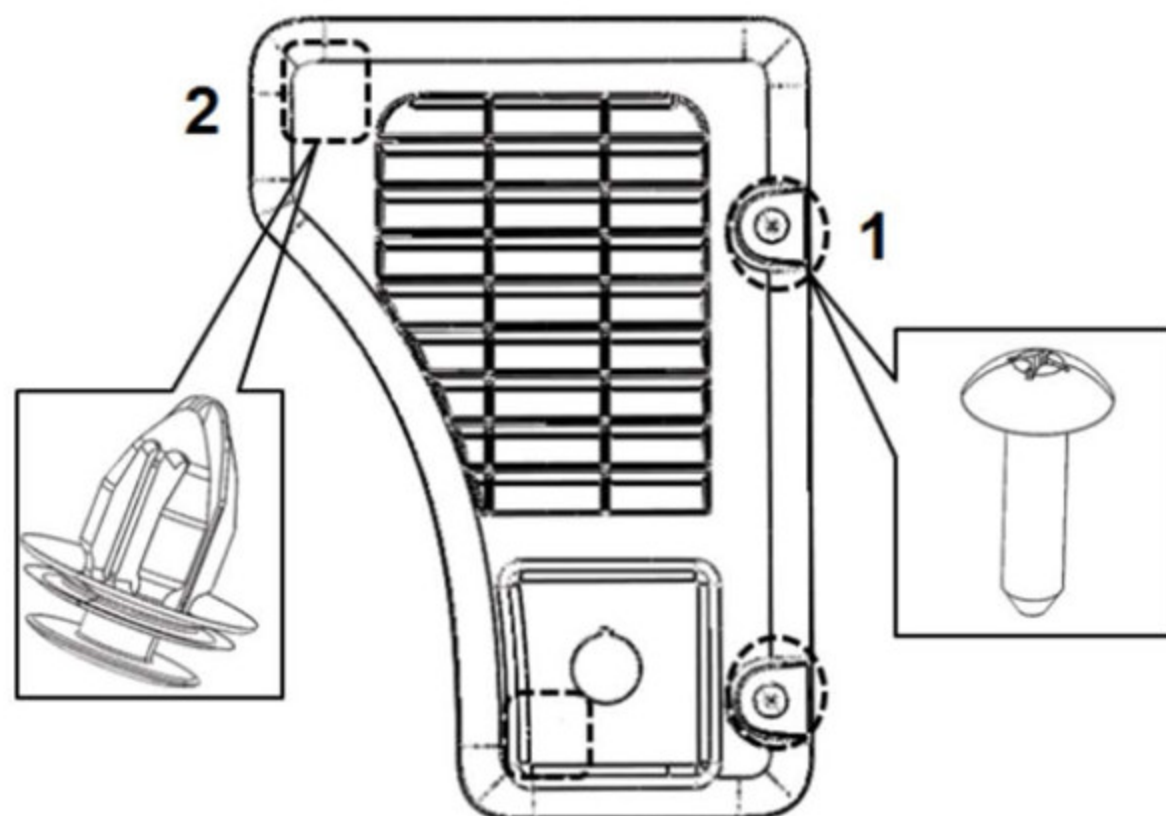

图1.8.6.2 右后通风口内板的拆卸
- (1) 使用缠有保护胶带的十字螺丝刀拧下图1.8.6.2左后通风口内板的拆卸所示的自攻钉处，共2个。
- (2) 使用缠有保护胶带的一字螺丝刀在图1.8.6.2左后通风口内板的拆卸所示的卡扣处沿与钣金垂直的方向把塑料卡扣紧固点从钣金分离，共2个。即可取下左后通风口内板。
- (3) 按照与拆卸相反的顺序进行安装：